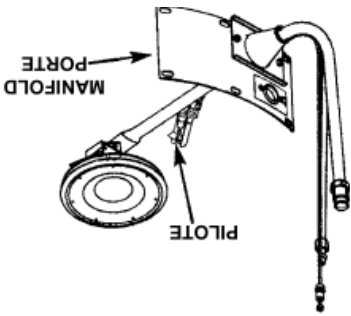

FIGURE 32.
Étape 12. Le pilote est situé en avant du brûleur, voir Figure 32 page 19. de gaz, passez à la prochaine étape.